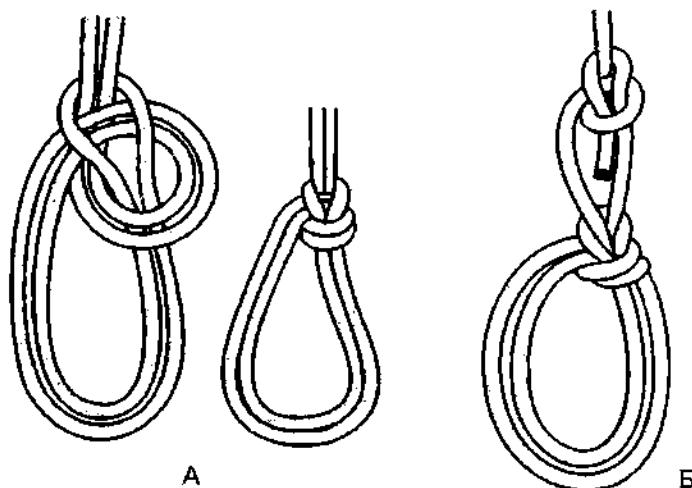

Рис. 496. А – *двойной беседочный узел*; Б – *двойной беседочный узел* с закреплённым ходовым концом.
**Двойной беседочный узел** такая же древняя петля, как и одинарный **беседочный узел**. Простой беседочный узел состоит из калышки и обноса, а **двойной беседочный** – из двух калышек и замкнутой петли (рис. 496 А). **Двойной беседочный узел** намного надёжнее одинарного **булиня**, так как у него фактически нет ходового конца, который мог бы выскользнуть из узла или зацепиться за какой-нибудь предмет, и поэтому он никак не может развязаться сам. По этой причине **двойной беседочный узел** можно вязать на
верёвках любого вида и типа. Узел не затягивается и легко развязывается после снятия нагрузки. Петли легко регулируются по размеру и каждая из двух петель может использоваться отдельно (рис. 497 А). Перед работой узел необходимо выпрямить и затянуть. Если в работе не используются оба конца, то один конец, чтобы он не болтался и не цеплялся, крепится любым контрольным узлом к коренному концу, например, *шкотовым* контрольным узлом (рис. 496 Б).